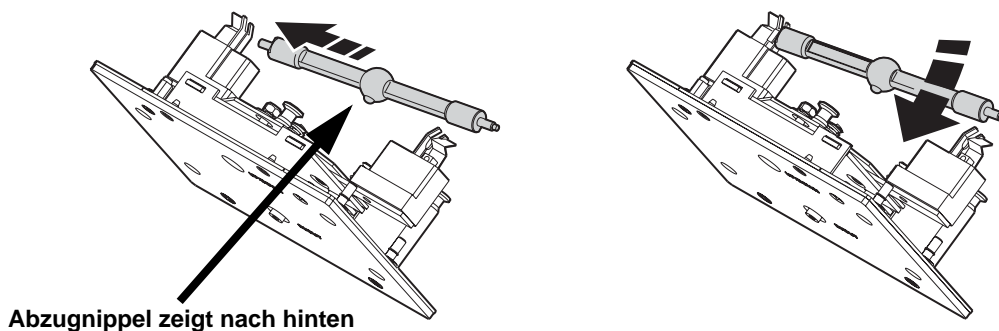

Bild 3: Leuchtmittel einsetzen
- Unter Bezug auf Bild 3: Schieben Sie einen Anschluss des Leuchtmittels in den linken Sockel, wobei der Abzugsnippel des Kolbens nach hinten zeigen muss. Lösen Sie die Haltefeder am rechten Sockel und drücken Sie das andere Ende des Leuchtmittels in den Sockel.